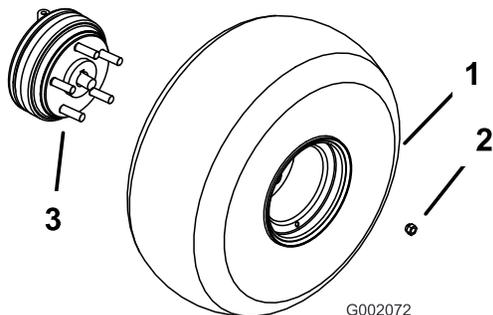

図 3
3. 取り外したネジ類を使ってホイールを取り付け (図 3)、61-88 Nm (6.2~9.0 kg.m) にトルク締めする。